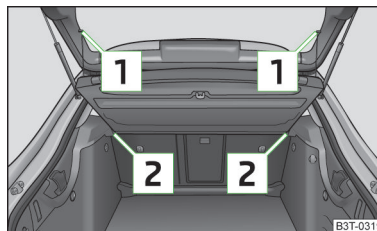

Fig. 89
- Accrochez les sangles **1** » fig. 89 du capot de coffre à bagages.
- Pousser la tablette du coffre à bagages jusqu'à la butée **2** » fig. 89.